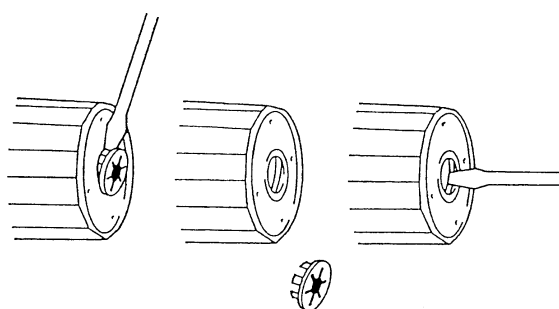

Fig. 7
- Öppna försiktigt luftningsskruven enligt Fig. 7.